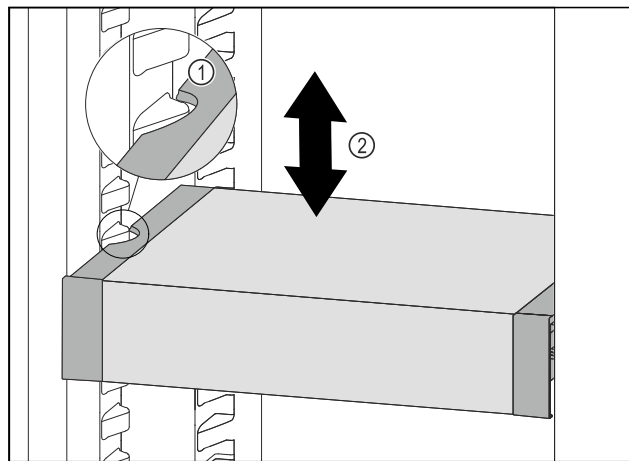

Fig. 93
- VarioSafe w chłodziarce przesunąć w górę lub w dół, aż zostanie osiągnięta żądana wysokość. Fig. 93 (2)